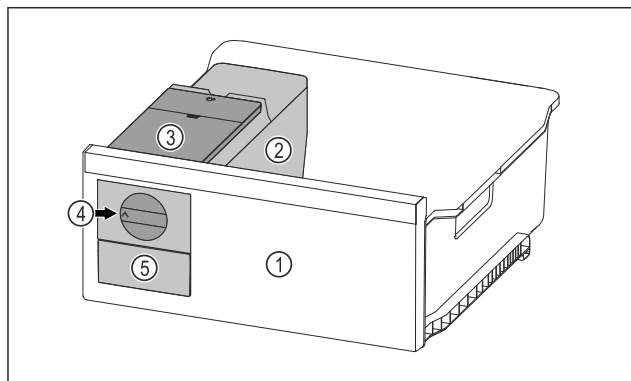

Fig. 122 Ilustrační zobrazení
- ▶ Otočte otočný knoflík *Fig. 122 (4)* ve směru hodinových ručiček až na doraz.
- ▶ Kostky ledu padají z misky na kostky ledu do zásuvky na kostky ledu *Fig. 122 (5)*.